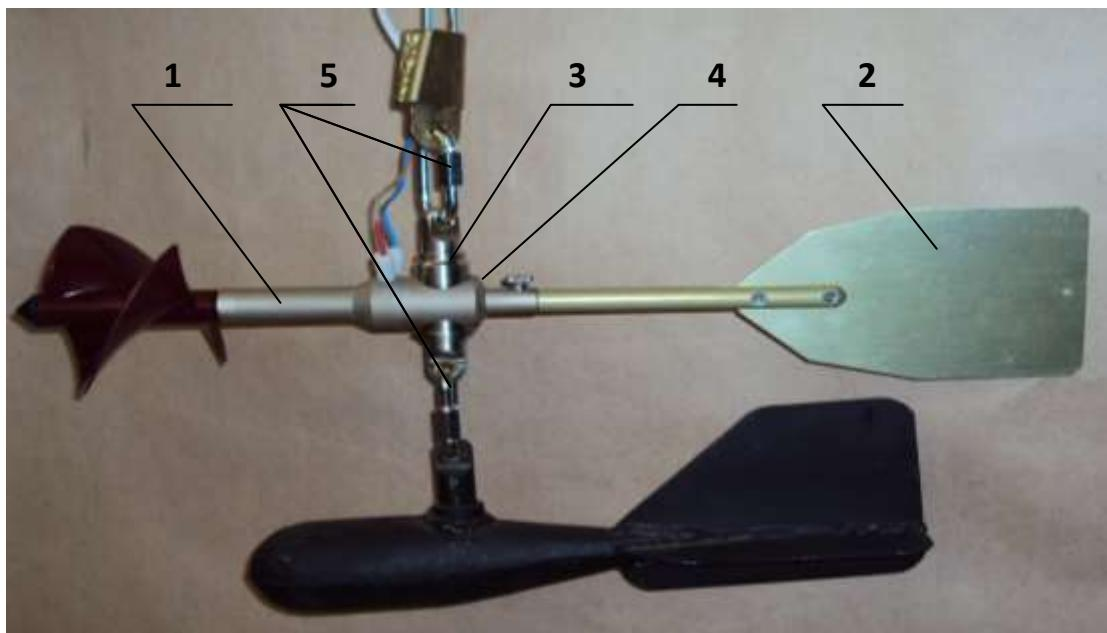
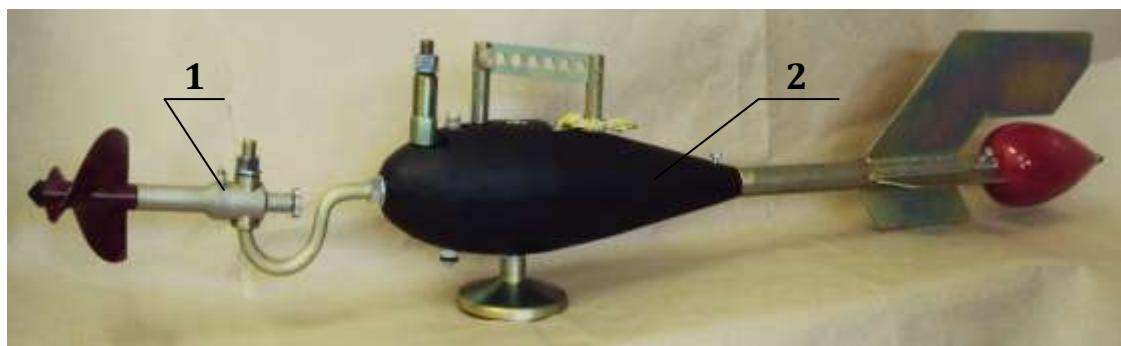

Рис. 5.5
Рис. 9.2
9.2.1.2. Установить при работе с троса вертушку **1** либо непосредственно на гидрометрическом грузе **2** (см. рисунок 9.2), либо на вертлюге **3** (см. рисунок 5.5).